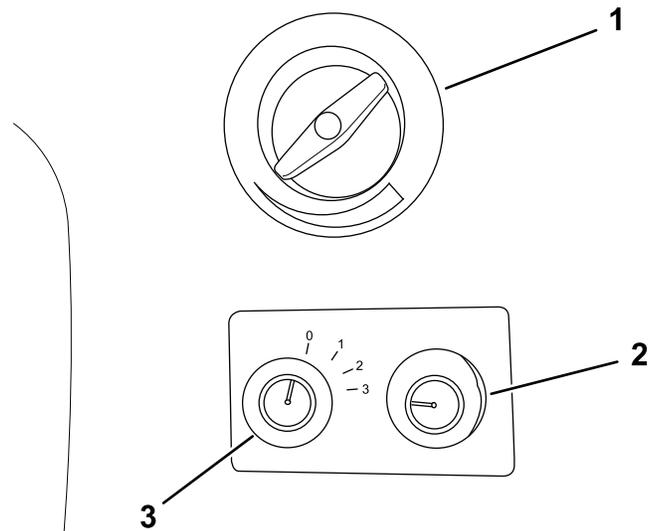

Figure 5
Les commandes sont montées sur le côté droit dans la garniture du pavillon (Figure 5).
1. Réglez la commande de climatisation sur ARRÊT (Figure 5).
1. Réglez la commande du ventilateur à la vitesse voulue (Figure 5).